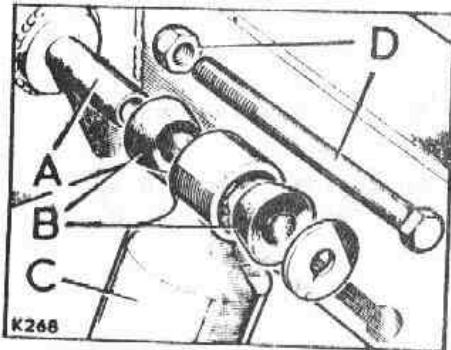

Fig. F-47 Fijación de la parte superior del amortiguador
- 1.5. Aflojar los elementos de fijación, D (Fig. F-47) y soltar los extremos superiores de los amortiguadores, C.
2.4. Fijar el extremo superior de los amortiguadores (Fig. F-47).